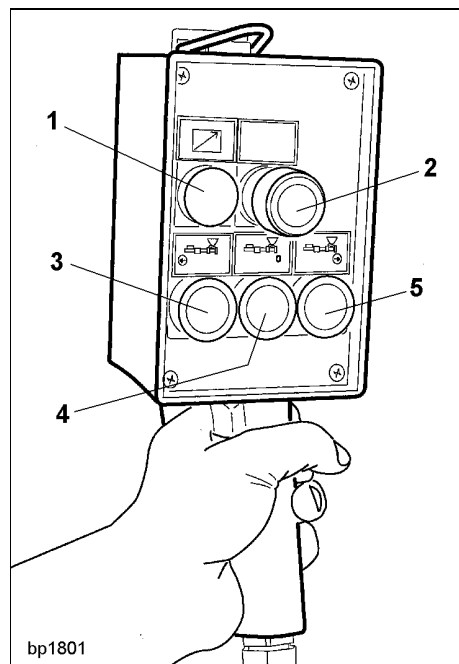

Fig. 1
- Apagar la bomba de hormigón apretando el pulsador 4 (Fig. 1).